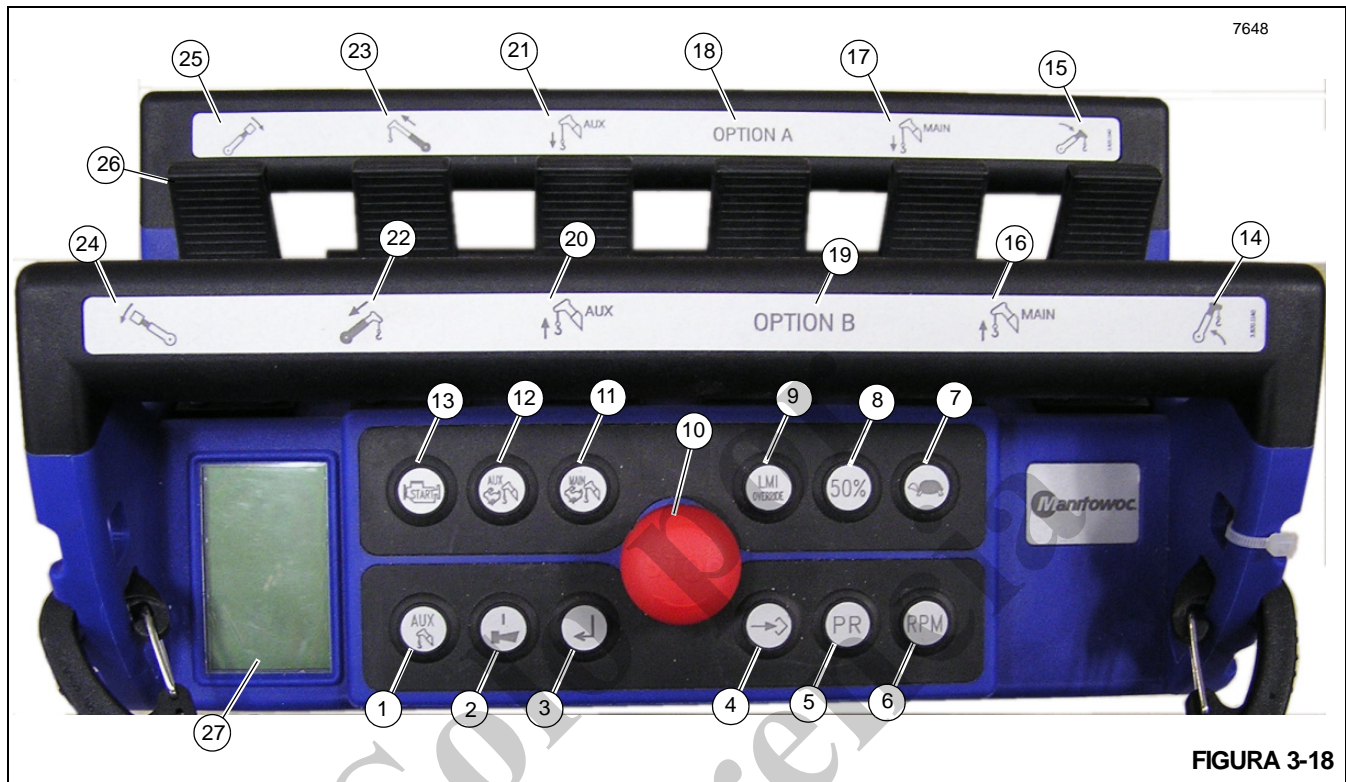

FIGURA 3-18
El control remoto de la grúa opcional (Figura 3-18) permitirá el control remoto completo de la grúa. El control remoto estándar se inhabilita cuando se utiliza el control remoto opcional de la grúa.
La pantalla LCD (27, Figura 3-18 y Figura 3-19) se usa para comunicar la intensidad de la señal, el nivel de carga de la batería, el canal inalámbrico, el estado del control remoto y la configuración de la máquina basado en los botones que están pulsados. También se visualiza la información del RCL al operador y se puede conmutar presionando el interruptor de pantalla RCL de la grúa (3). La siguiente información del RCL está disponible para el operador en la pantalla LCD:
Para usar este control remoto, el botón rojo de PARADA (10, Figura 3-18) debe activarse para encender el transmisor. Para controlar la grúa, se debe presionar el botón de encendido/bocina (2) para activar el control remoto. La bocina de la grúa sonará como confirmación de que el control remoto ahora está activo. La grúa ahora se puede arrancar presionando sin soltar el botón de arranque del motor (13). El control remoto ahora se puede usar para controlar la grúa. Para activar una función, mueva la palanca de control (26) que corresponde al movimiento deseado.
1. Para usar este control remoto, el botón rojo de PARADA (10, Figura 3-18) debe activarse para encender el transmisor.
2. Presione el botón de ENCENDIDO/Bocina (2) para activar el control remoto. La bocina de la grúa sonará como confirmación de que el control remoto ahora está activo.
3. Presione y mantenga presionado el botón de Arranque del motor (13) para arrancar la grúa. El control remoto ahora se puede usar para controlar la grúa.
4. Mueva la palanca de control (26) que corresponde al movimiento deseado para activar la función deseada.
5. Presione el botón de PARADA rojo (10) al terminar con el control remoto. Esto apagará la grúa.